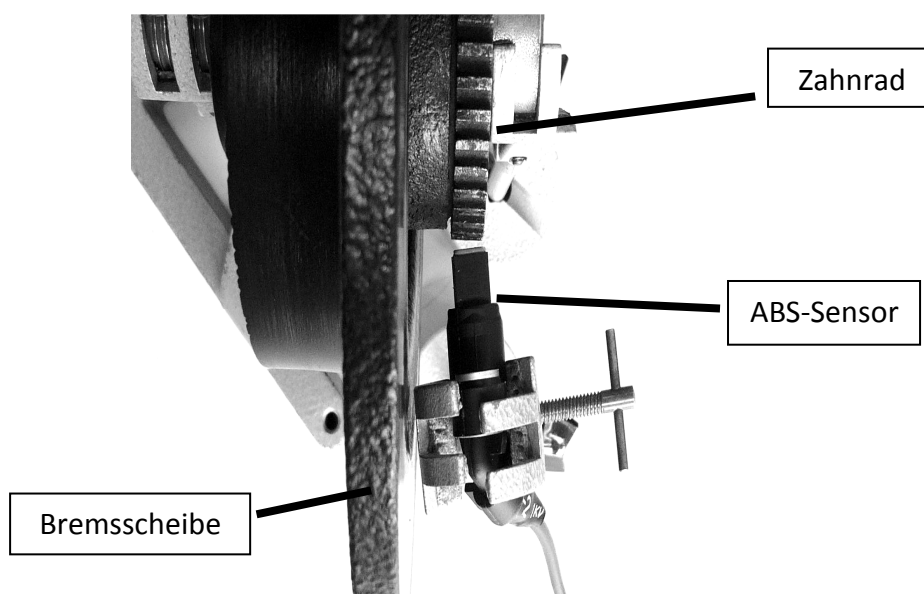

Abbildung 2: Ausschnitt aus dem Versuchsaufbau
- Identifizieren Sie im Versuchsaufbau die Bremsscheibe, das Zahnrad und den ABS-Sensor. Sie können sich dabei an der Abbildung 2 orientieren.